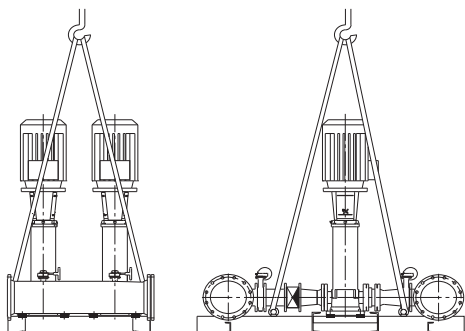

Рис. 4 Правильный подъем Hydro MPC
На установках Hydro MPC с насосами CR 120, CR 125, CR 150, CR 155 в раме-основании имеются рым-болты. См. рис. 4.
*При подъеме установок Hydro MPC с насосами CR 120, CR 125, CR 150, CR 155 никогда не пользуйтесь рым-болтами электродвигателей. Не следует поднимать установку за коллекторы. Правильный способ подъема представлен на рис. 4.*